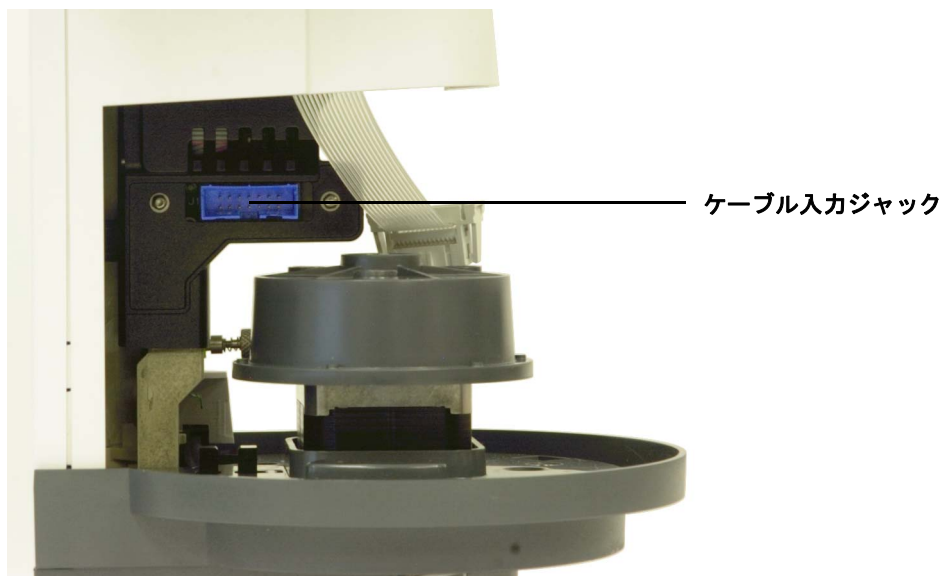

図 102 手が届くケーブル入力ジャックの位置
- 13 シリンジキャリアアセンブリを一番下までスライドさせて、タワーケーシングの下にあるアセンブリのケーブル入力ジャックに手が届くようにします (図 102)。